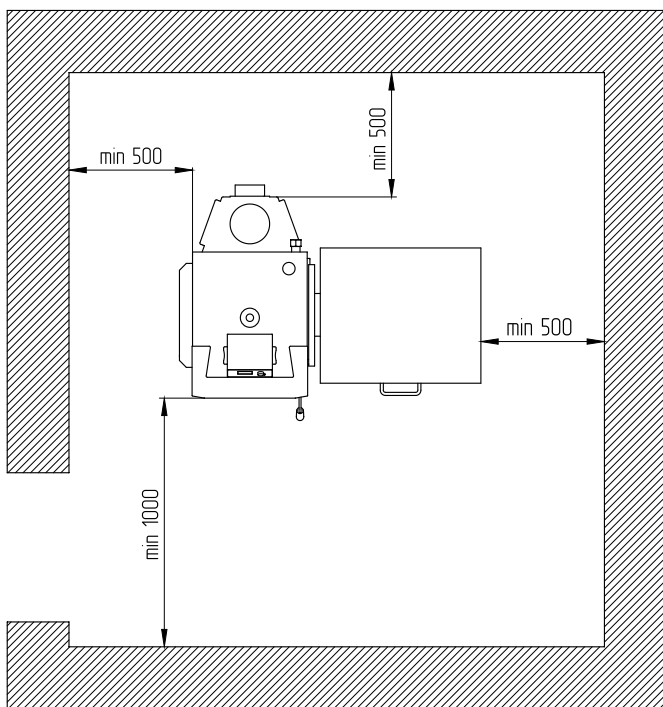

Рис.8 Расположение котла в помещении котельной
6.1.11. Расположение котла в помещении с учетом необходимого для обслуживания пространства показано на (Рис.8).